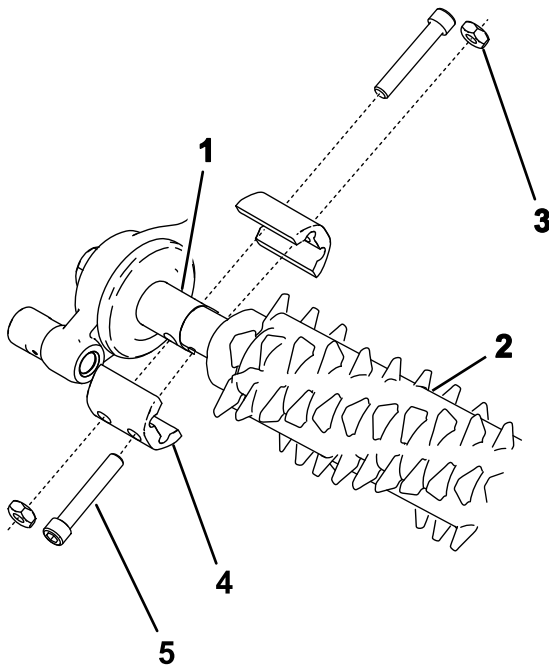

图22
2. 将疏草刀与疏草刀驱动箱和怠轮总成对齐图22。
3. 如图22所示将疏草刀固定到机器并上紧螺栓。